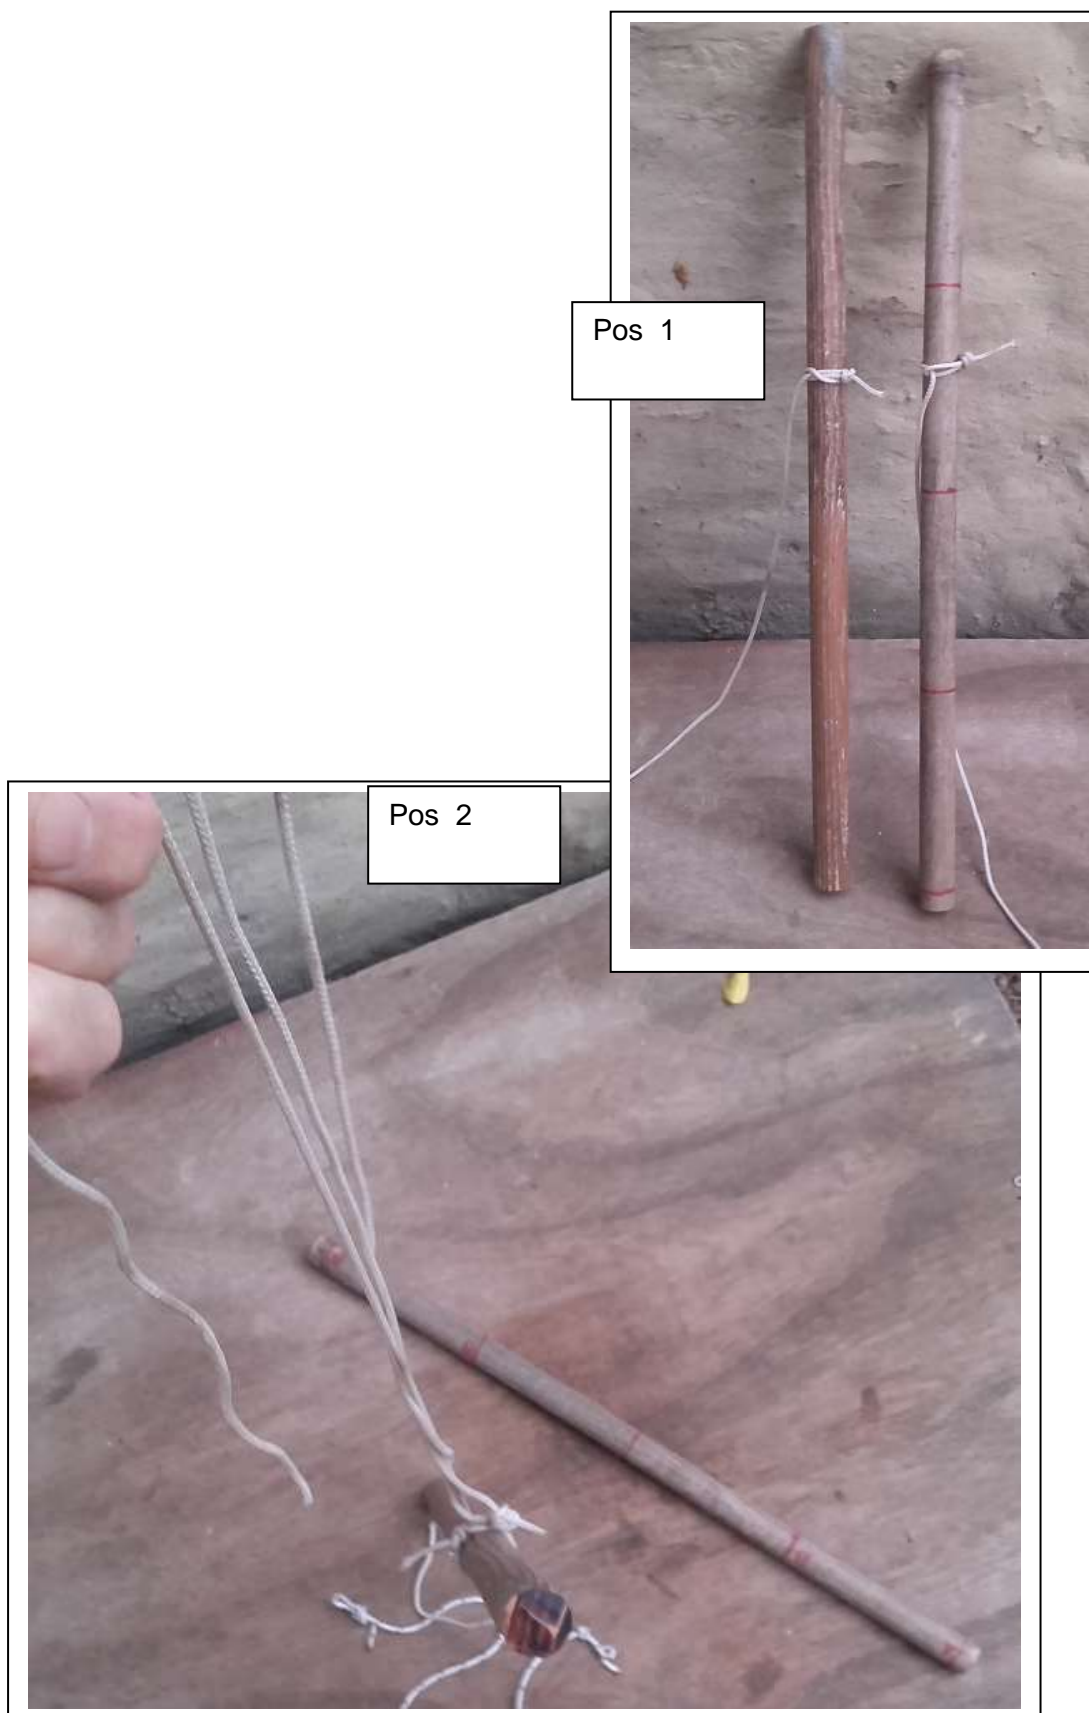

Fig 1.2 Elingado Caño Vertical – comparación deslizamiento nudos de anclaje
**Ejercicio 1.2: Comparación deslizamientos nudos usados como anclajes (ver fig 1.2 adj):**